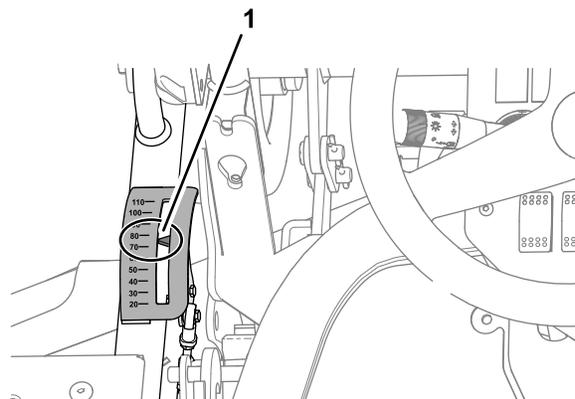
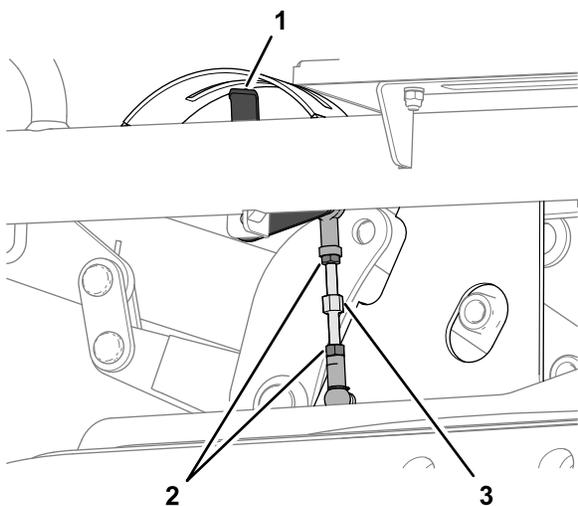

Figure 130
Figure 131
2. Asseyez-vous sur le siège de l'utilisateur, observez la flèche de l'indicateur de hauteur de coupe (Figure 130).
- A. Desserrez les 2 écrous de blocage qui fixent la biellette de hauteur de coupe (Figure 131).
B. Tournez la bielle jusqu'à ce que la flèche de l'indicateur de hauteur de coupe soit en face du repère 75 mm, vu depuis le siège de l'utilisateur (Figure 130 et Figure 131).
C. Resserrez les 2 écrous de blocage (Figure 131).